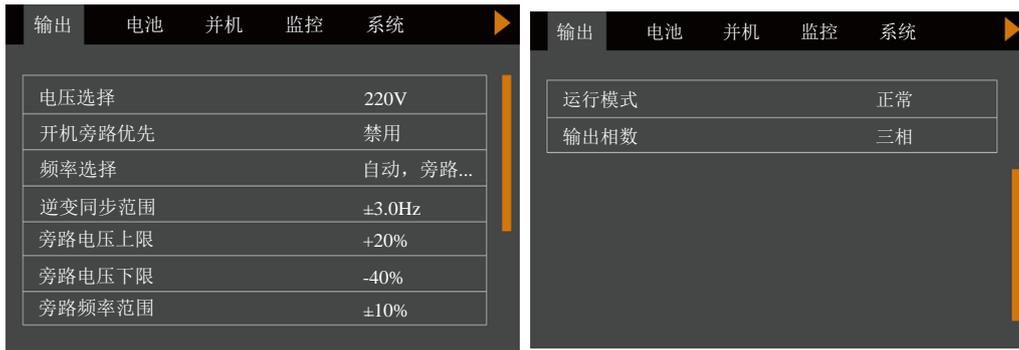

图2-33 UPS 输出界面
- 按方向键 或 以选择并设置相关参数（以“输出”为例），见图 2-33。同时根据所选配电池类型，在 **电池** 选项中对电池类型进行配置等。
国内版 SmartCabinet2-E 有开机授权功能，故 HMI 上电开机的首个画面为开机授权画面，如图 2-33 所示。